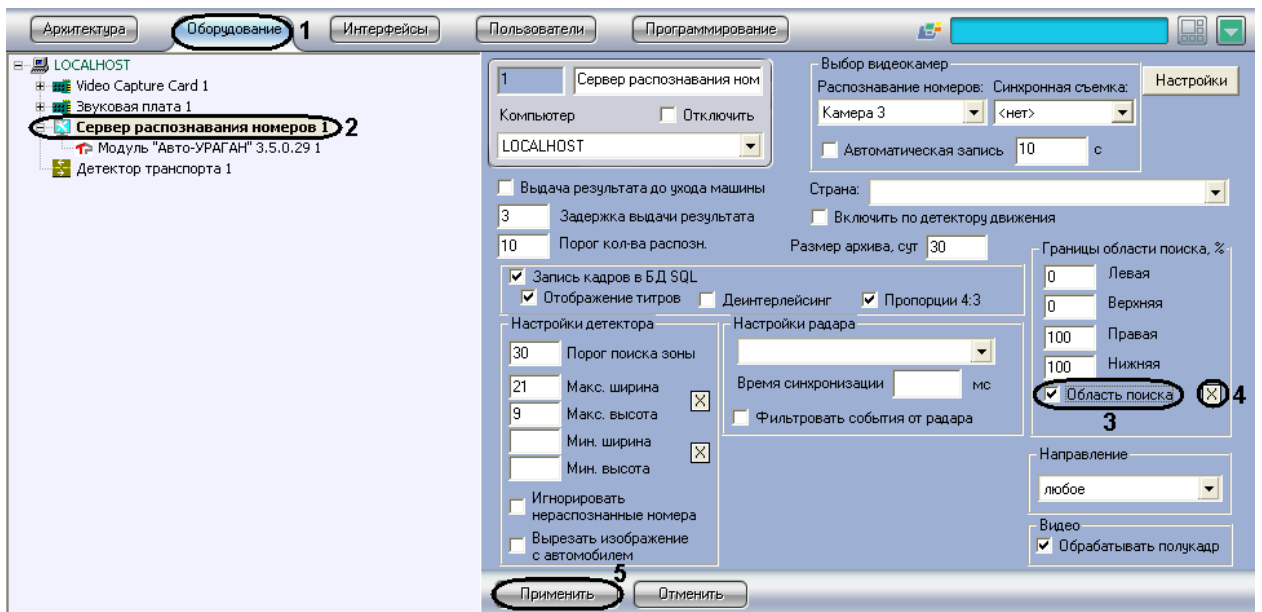

Рис. 7.2—22. Указание границ зоны поиска номерного знака
2. В дереве объектов на вкладке «Оборудование» выбрать объект «Сервер распознавания номеров», соответствующий активированному программному модулю «Авто-УРАГАН 3.5.0.29», «CARMEN-паркинг», «CARMEN-Авто», «ACCR» или «VIT» (см. раздел «Активация программного модуля, используемого для распознавания номеров», Рис. 7.2—22, 2). В правой части вкладки «Оборудование» отобразится панель настройки выбранного объекта.
3. Установить флажок «Область поиска» для активации функции указания границы зоны поиска номерного знака транспортного средства в кадре видеоизображения (см. Рис. 7.2—22, 3).